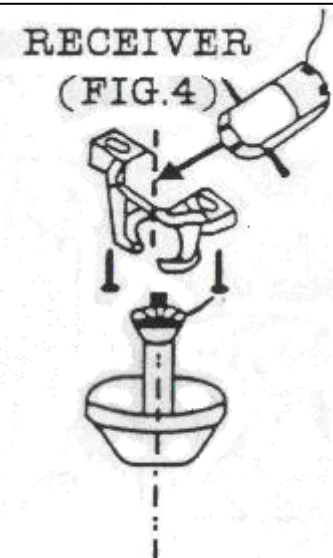

Abb. 4
7. Verbinden Sie das mit **ZUM MOTOR N (TO MOTOR N)** markierte Kabel von der Fernbedienung mit dem mit **COM (N)** markierten Kabel des Ventilators.
12. Legen Sie die Fernbedienung wieder in die ABDECKUNG ein (Siehe Abb. 4).
HINWEIS: Diese Fernbedienung/Sender eignet sich nur für den Betrieb an Orten wo die Steuerung/Empfängereinheit sicher und fest in die Abdeckung eingeführt werden kann. Ein Ventilator mit Halterung des Typs wie in Abb. 4 dargestellt ist dafür geeignet.